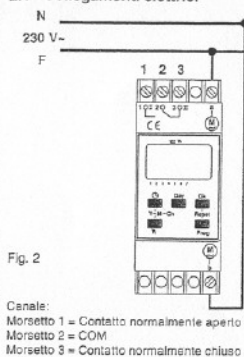

Fig. 2
Nel caso di montaggio su superficie (es. a parete), prevedere adeguata canalizzazione dei cabbaggi (in particolare modo per la tensione di alimentazione) (fig. 2) nel rispetto della vigente norma di impianto. I collegamenti elettrici devono essere eseguiti dopo aver sezionato la rete di alimentazione 230 V~.
- Eseguiare i collegamenti elettrici come indicato in fig. 2 ed inserire i coprimorsetti.